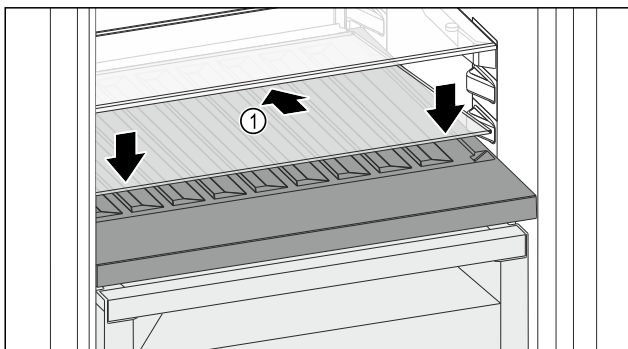

Fig. 207
- ▶ Вставте скляну полицю *Fig. 207 (1)* під кутом, нахиливши назад і донизу.
- ▶ Опустіть скляну полицю *Fig. 207 (1)* вперед.